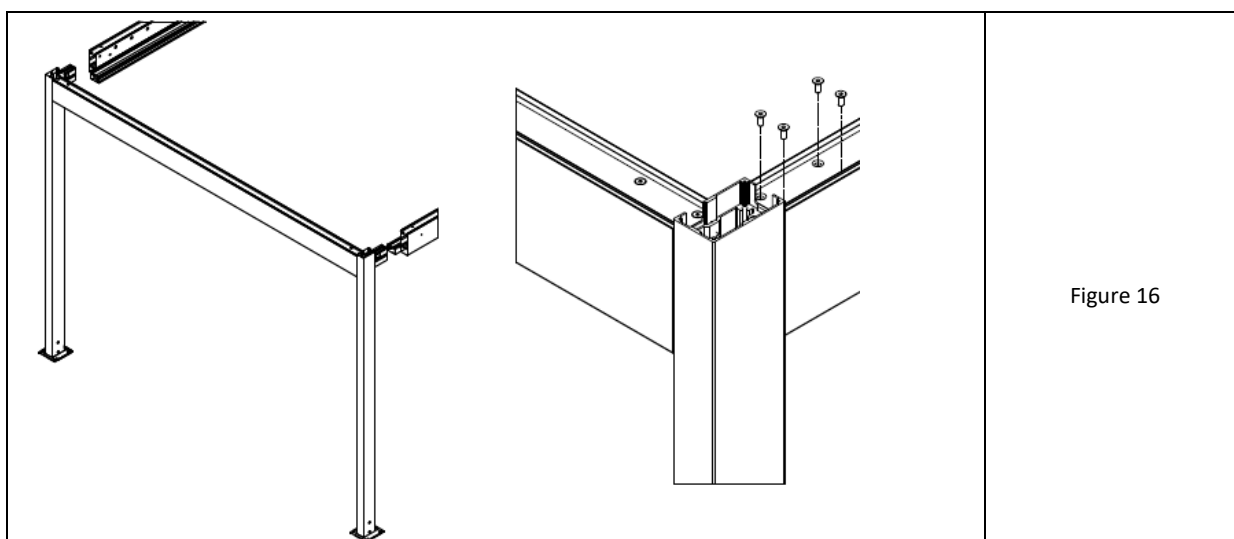

Figure 16
3. Visser l'extrémité insérée de la poutre longitudinale aux os du cadre transversal à partir de la chambre de poutre supérieure à l'aide de 4 vis à tête fraisée M8 x 20 avec douille à six pans creux, conformément à la Fig.16.